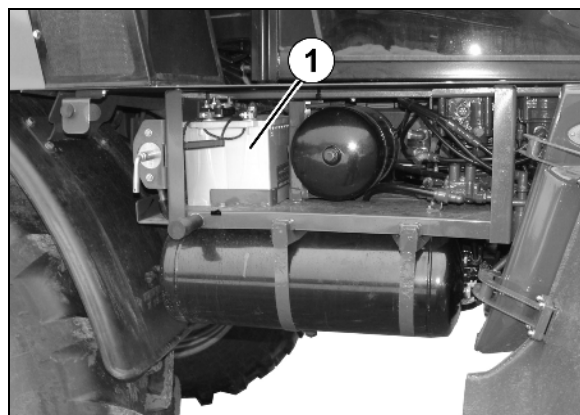

Fig. 155
Au total, quatre réservoirs d'air se trouvent sous la cabine derrière le panneau de service droit (Fig. 155/1-4)
1. Tirez la vanne de purge d'air (Fig. 155/5) vers le côté au-dessus de la bague jusqu'à ce qu'il n'y ait plus d'eau qui s'écoule du réservoir d'air.
La batterie se trouve sous la cabine derrière le panneau de service droit (Fig. 155/1).